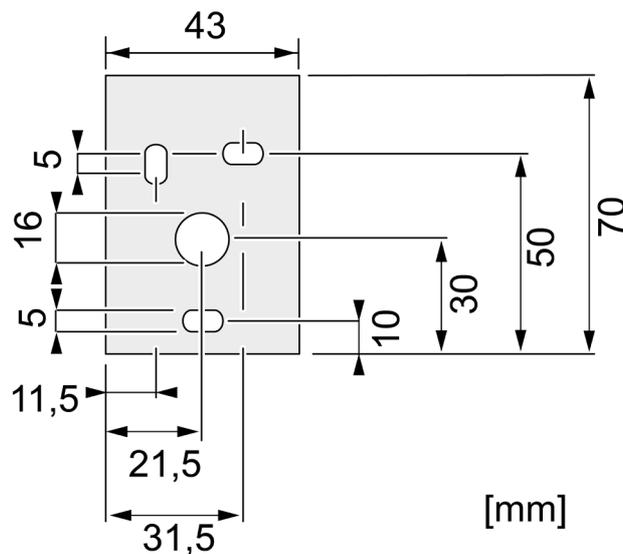

Figure 8: Bras de fixation – Dimensions des trous de perçage
- Montage mural : fixer le bras de fixation au mur à l'aide de vis adaptées à travers les trous de perçage (figure 8).
- Fixer la fiche à 7 pôles sur le raccordement (7). Serrer la bague filetée à un couple de 0,5 Nm max.